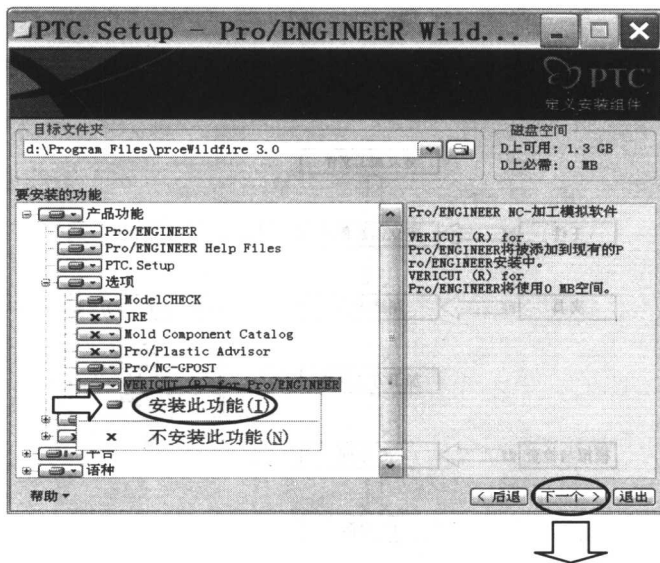

图 1-2 安装选项
在安装出现如图 1-2 所示的安装选项时,单击 VERICUT (R) for Pro/ENGINEER 安装此功能,然后单击【下一个】按钮继续进行安装。